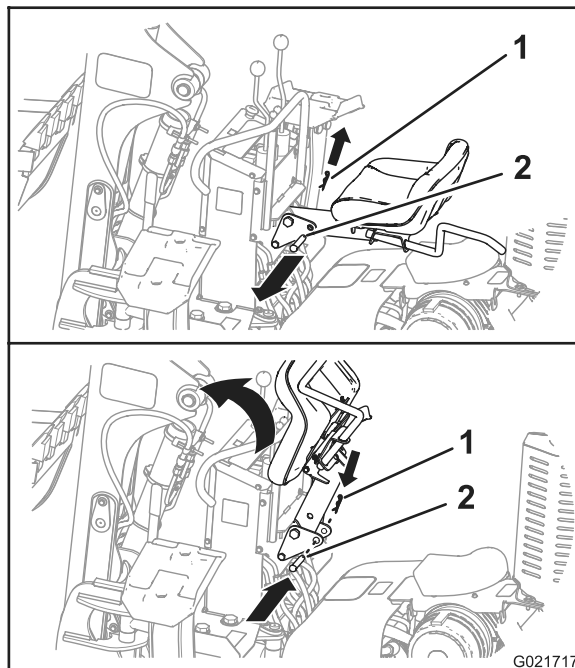

Figura 37
- A. Staccate la coppia dal perno di bloccaggio del sedile (Figura 37).
- B. Rimuovete il perno di bloccaggio del sedile dal telaio della pala scavatrice e dal supporto del sedile (Figura 37).
- C. Ruotate il supporto del sedile verso l'alto e inserite il perno di bloccaggio sui fori nel telaio della pala scavatrice per mantenere sollevato il sedile e fare spazio per la rimozione del pannello anteriore (Figura 37).
- A. Rimuovete il perno di bloccaggio del sedile e abbassate il supporto del sedile in posizione di lavoro (Figura 37).
- B. Inserite il perno di bloccaggio del sedile nei fori del telaio della pala scavatrice e del supporto del sedile (Figura 37).
- C. Inserite la coppiglia nel foro nel perno di bloccaggio del sedile (Figura 37).